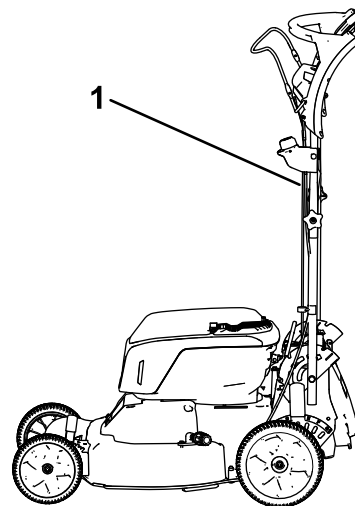

Figura 26
- Bloccate la stegola in posizione verticale (Figura 26); vedere Regolazione dell'altezza della stegola (pagina 14).